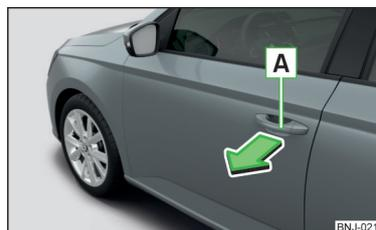

Fig. 39
- Tirez la poignée de la portière **A** dans le sens de la flèche » fig. 39.